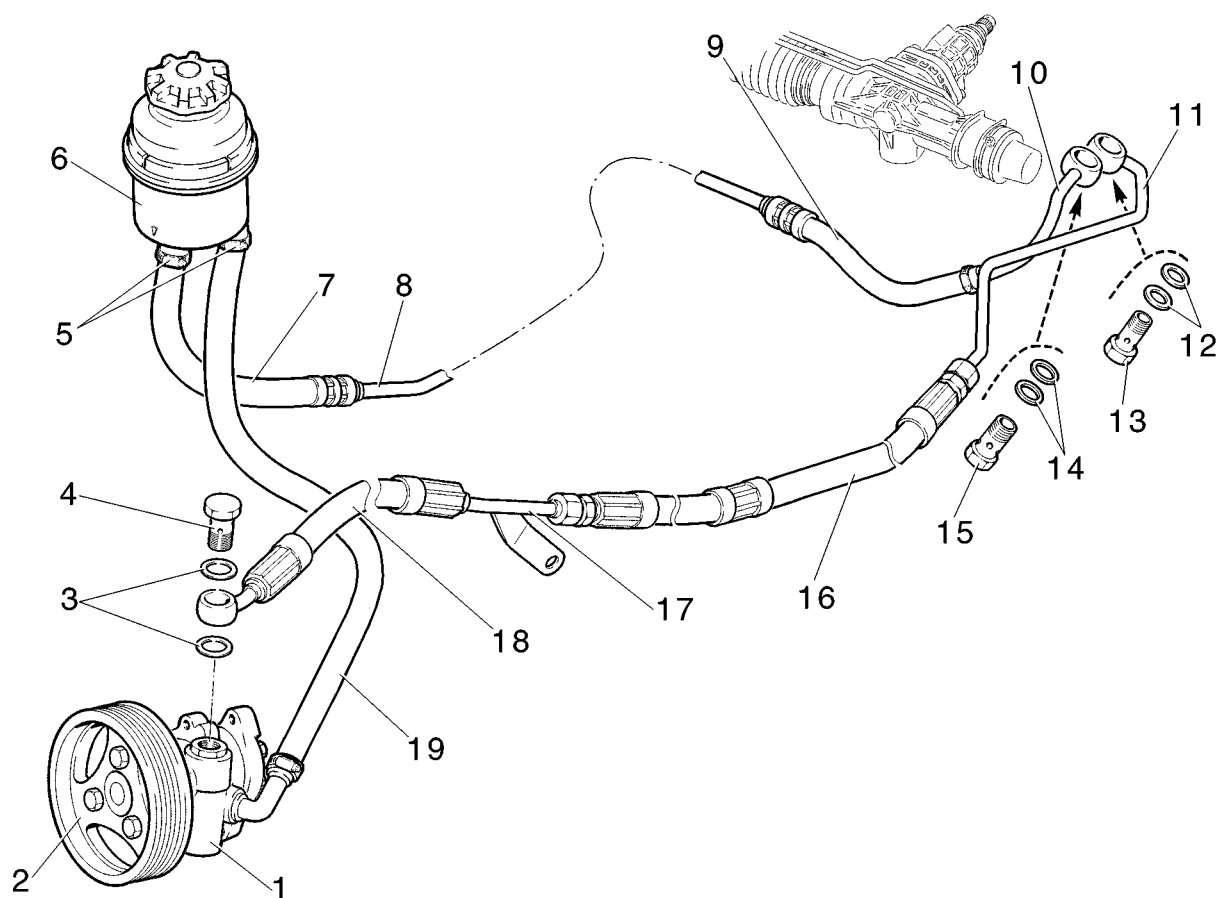

Abb. 2. Zahnstangen-Hydrolenkung:
Der Hydraulikölstand der Servolenkung wird mittels Meßstab im Behälterdeckel 6 (Abb.2) ermittelt. Bei kalter Pumpe 1 und stehendem Motor soll der Ölstand zwischen zwei Kerben des Meßstabes im Behälterdeckel 6 (Abb. 2) liegen. Senkung des Ölspiegels weist auf Undichtheit der Hydrolenkung hin und bedarf möglichst schneller Prüfung und Fehlerbehebung.
- Schlauchschelle 9 (siehe Abb. 2) am Rohr 10 abnehmen, Hydrauliköl aus den Leitungen sorgfältig ablassen;
– nach dem Einbau ist die Hydrolenkung mit 1,5 – 1,6 l Hydrauliköl «Pentosin Hydraulic Fluid CHF11S» zu befüllen. Die Befüllung erfolgt über den Behälter 6 (Abb.2) bei geöffnetem Deckel; der Ölstand soll an der Marke «MAX» des Meßstabes am Behälterdeckel 6 liegen. Bei Bedarf Öl nachfüllen.
Schrauben 13 (siehe Abb. 2) und 15 lösen, Rohrleitungen 10, 11 mit den O-Ringen 12 und 14 abbauen.